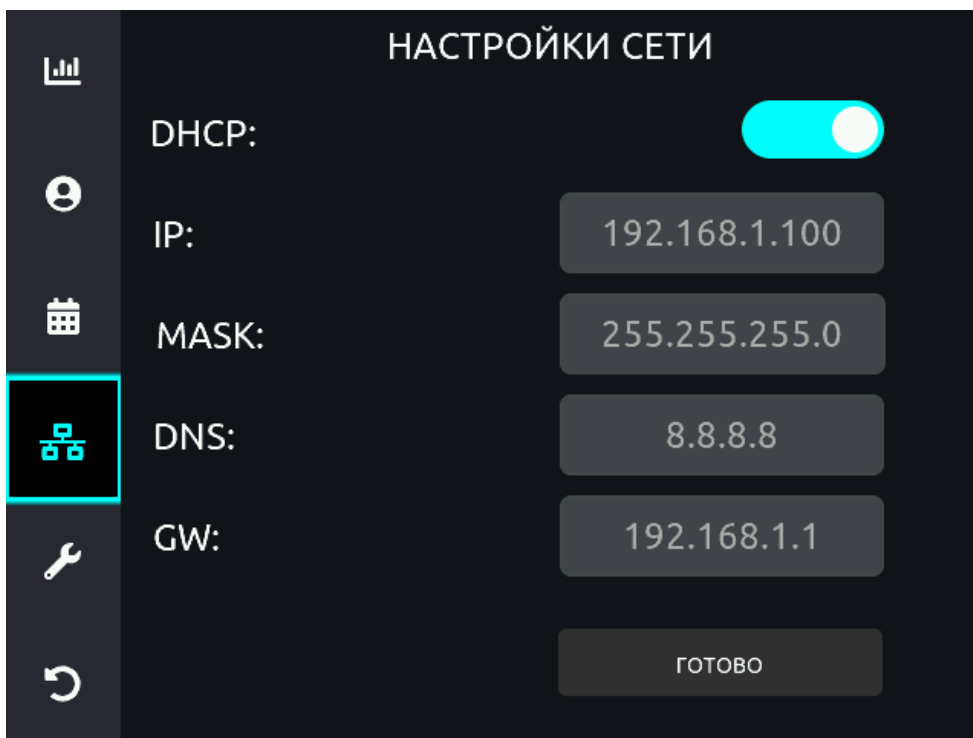
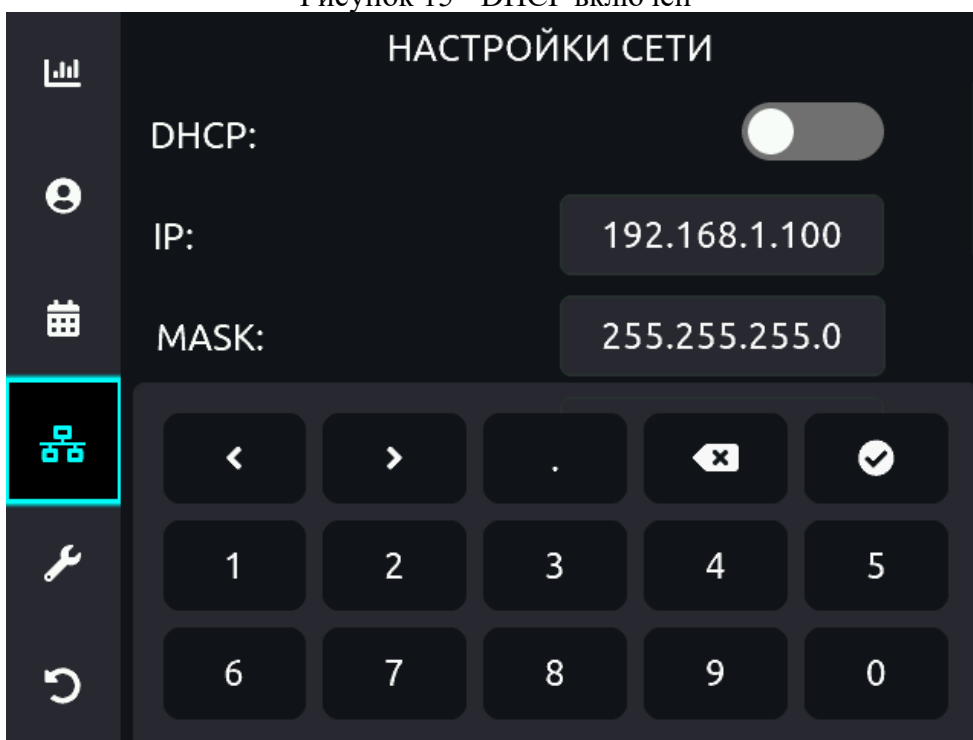

Рисунок 15 - DHCP включен
Рисунок 16 - DHCP выключен
*Настройки сети* . При активации DHCP остальные настройки становятся неактивными (рисунок 15). Если DHCP неактивен (рисунок 16), редактирование осуществляется аналогично вводу ID пациента. Нажали на параметр, ввели цифры, нажали галочку. После ввода настроек